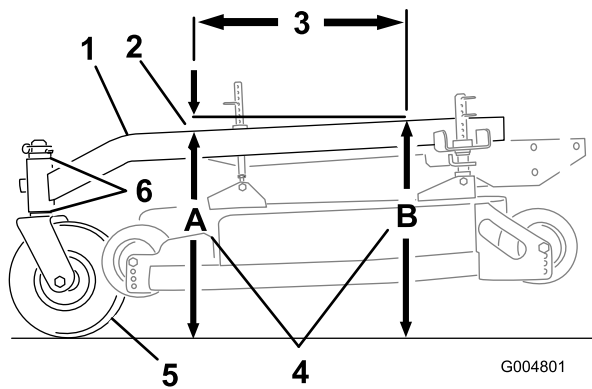

Bild 56
Der Trägerrahmen muss über die Länge von 61 cm eine Neigung von 3 mm bis 9 mm haben (Bild 56).
1. Messen Sie eine Länge von 61 cm auf dem Trägerrahmen (Bild 56).
2. Messen Sie die Höhe des Trägerrahmens an Stelle A (Bild 56).
3. Messen Sie die Höhe des Trägerrahmens an Stelle B (Bild 56).
4. Die Höhe an Stelle A muss 3 mm bis 10 mm niedriger als an Stelle B sein (Bild 56).
5. Wenn der Trägerrahmen falsch eingestellt ist, versetzen Sie die Distanzstücke an den Laufrädern, bis eine Neigung von 3 mm bis 10 mm besteht (Bild 56).